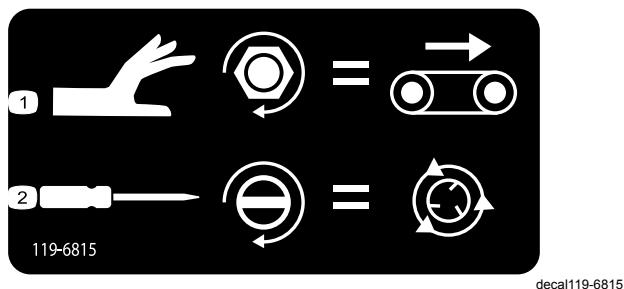

図 44
- スピナーの回転速度 図 44 はマイナスドライバーを使って調整します 右に回すと速度は上がり、左に回すと下がります。